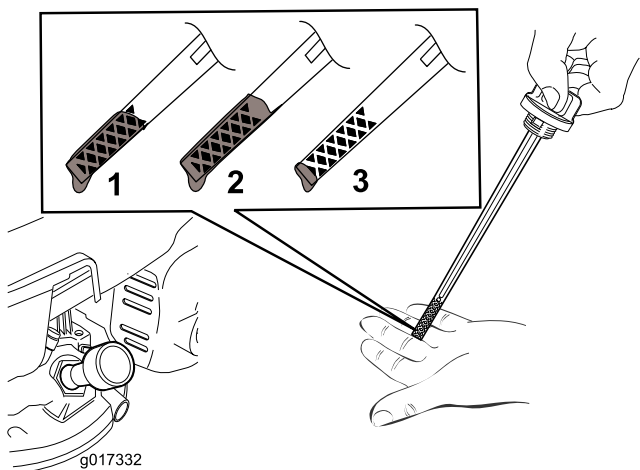

図 12
2. キャップを左に回してディップスティックを抜き取る 図 12。
5. ディップスティックの目印で油量を点検する 図 12。
- 油量が少なすぎる場合 図 12 は、補給管から少量の SAE または SAE 10W-30 マルチグレード鉱物性オイル API 規格 SJ 以上のものを
- 油量が多すぎる場合 図 12 は、余分のオイルを抜いて適正量までオイルを減らす エンジンオイルの交換 (ページ 15) を参照。